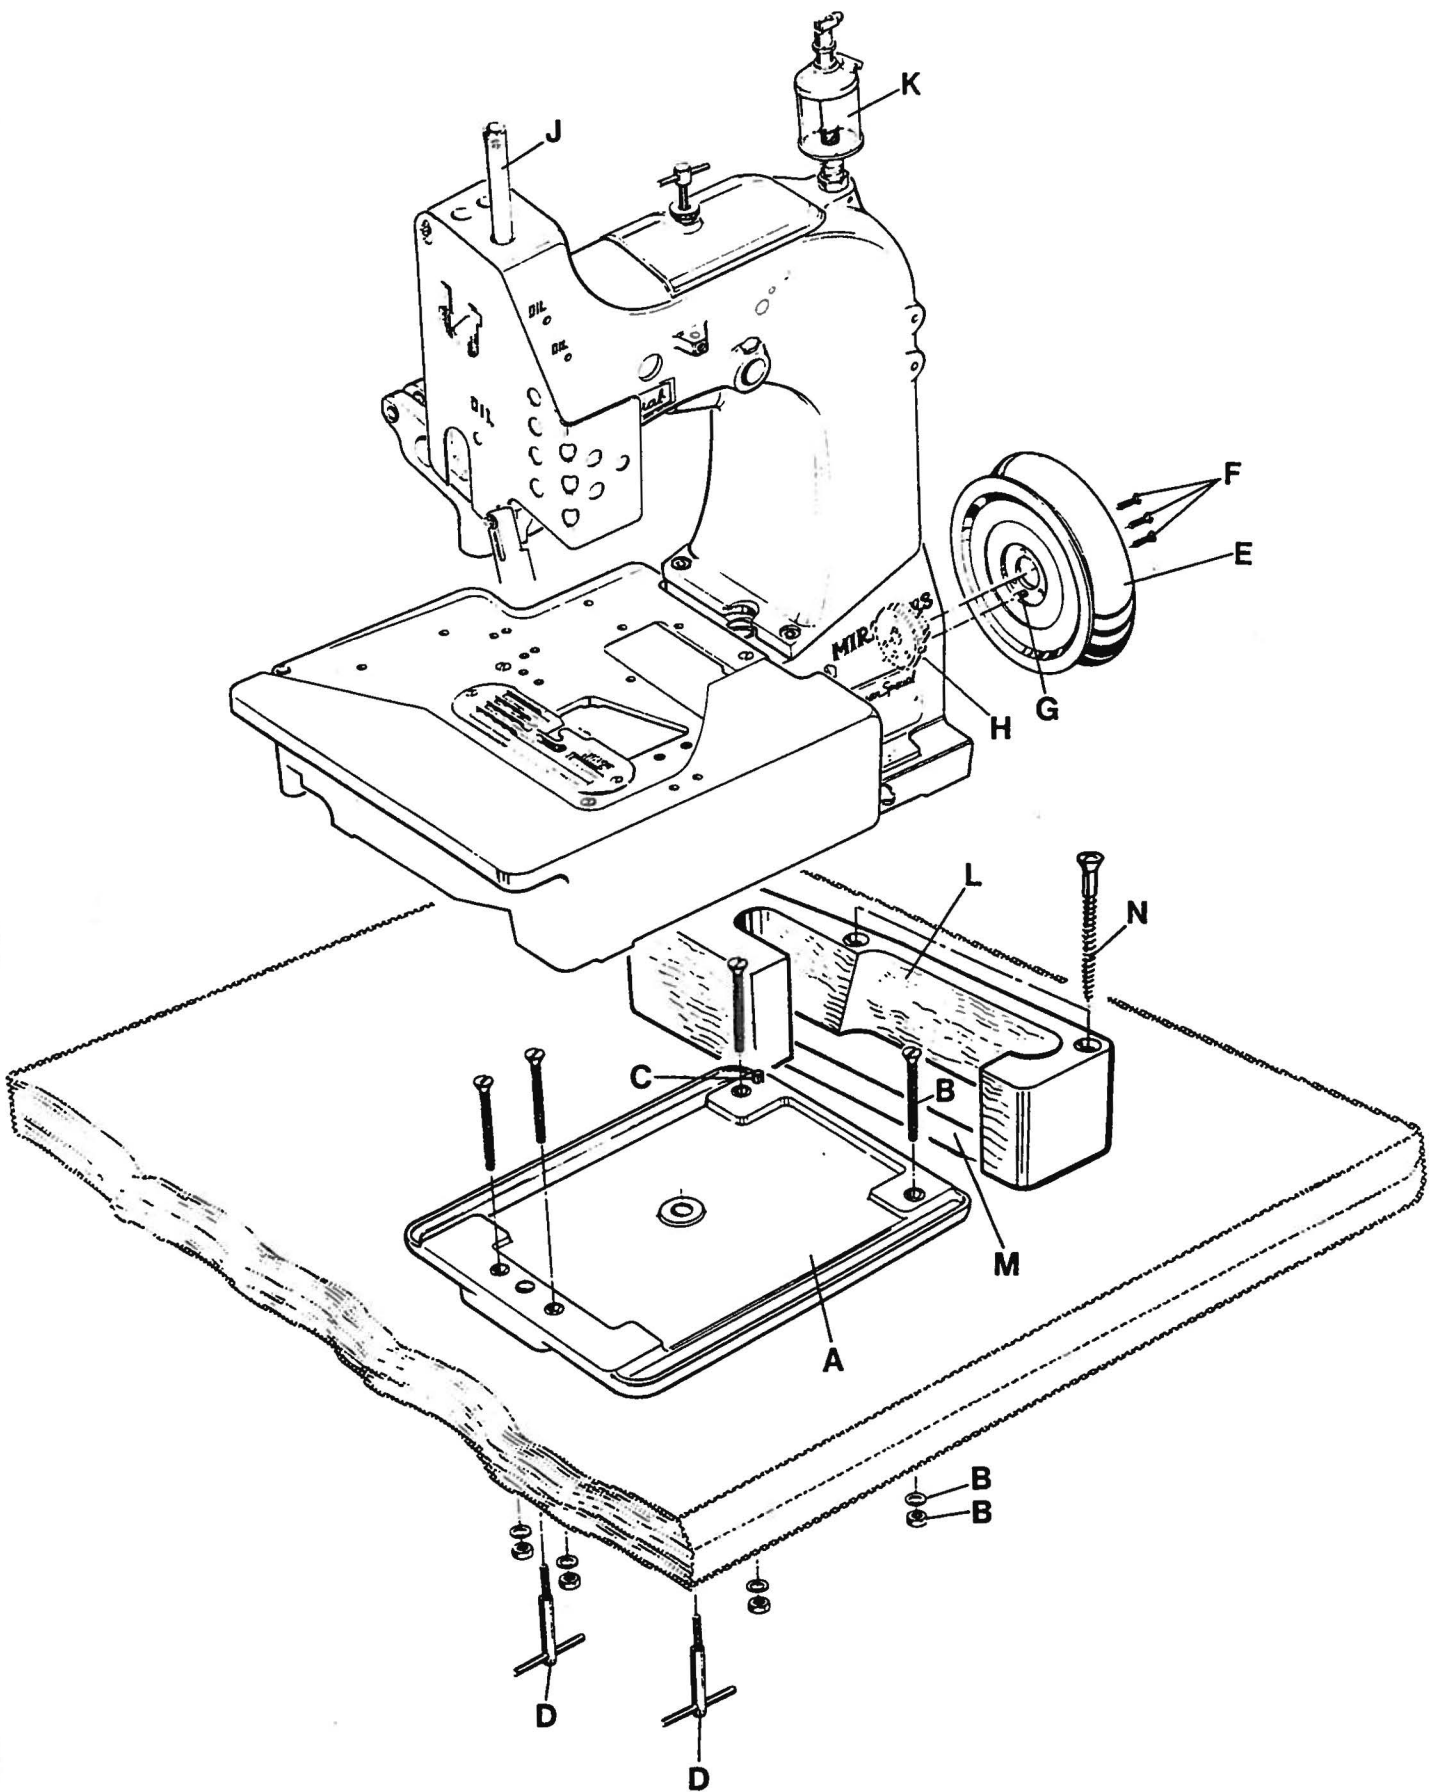
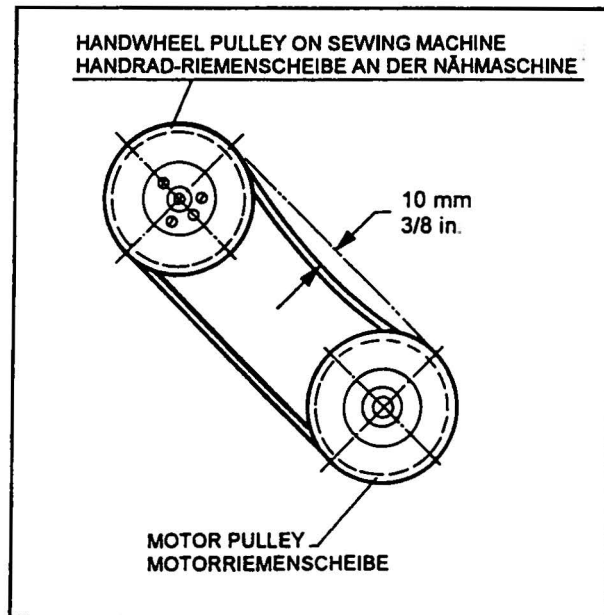

Fig. 1
Fig. 2
2. Mount the base plate (A, Fig. 1) with four screws, nuts and washers (B) in the provided holes on the table board.
3. Place the sewing machine on the base plate so that the roll pin (C) in the base plate engages with the right rear hole in the machine base.
4. Fasten the sewing machine with the two T-screws (D) on the base plate.
5. Assemble the handwheel-pulley (E) with three countersunk screws (F) to the sewing machine. Pin (G) must engage with the hole in hub (H).
6. Screw in needle bar guard (J).
7. Screw in sight feed oiler (K).
9. Align the handwheel belt guard (L) with the V-belt slot (M) in the table board and with the handwheel-pulley and fasten it with two wood screws (N) on the table board.
10. Dismount motor belt guard. Place the V-belt around the motor pulley and slue the motor to tense the belt. The tension on the V-belt is correct, when with moderate finger pressure, it will deflect approx. 10 mm (3/8 in.), midway between handwheel pulley on the sewing machine and motor pulley (see Fig. 2). Remount motor belt guard.
2. Montieren Sie die Grundplatte (A, Fig. 1) mit vier Schrauben, Muttern und Scheiben (B) in den dafür vorgesehenen Bohrungen auf der Nähtischplatte.
3. Stellen Sie die Nähmaschine auf die Grundplatte, so daß die Spannhülse (C) in der Grundplatte in der Bohrung rechts hinten im Maschinensockel eingreift.
4. Befestigen Sie die Nähmaschine mit den beiden Knebelschrauben (D) auf der Grundplatte.
5. Montieren Sie die Handrad-Riemenscheibe (E) mit drei Senkschrauben (F) an die Nähmaschine. Der Stift (G) muß in die Bohrung in der Nabe (H) eingreifen.
6. Schrauben Sie den Nadelstangenschutz (J) ein.
7. Schrauben Sie den Tropföler (K) ein.
9. Richten Sie den Handrad-Riemenschutz (L) zum Keilriemenschlitz (M) in der Nähtischplatte und zur Handrad-Riemenscheibe aus und befestigen Sie ihn mit zwei Holzschrauben (N) auf der Nähtischplatte.
10. Bauen Sie den Motor-Riemenschutz ab. Legen Sie den Keilriemen um die Motorriemenscheibe und schwenken Sie den Motor um den Riemen zu spannen. Der Keilriemen ist richtig gespannt, wenn er in der Mitte zwischen Handrad-Riemenscheibe und Motorriemenscheibe mit mäßigem Fingerdruck etwa 10 mm eingedrückt werden kann (siehe Fig. 2). Bauen Sie den Motorriemenschutz wieder an.